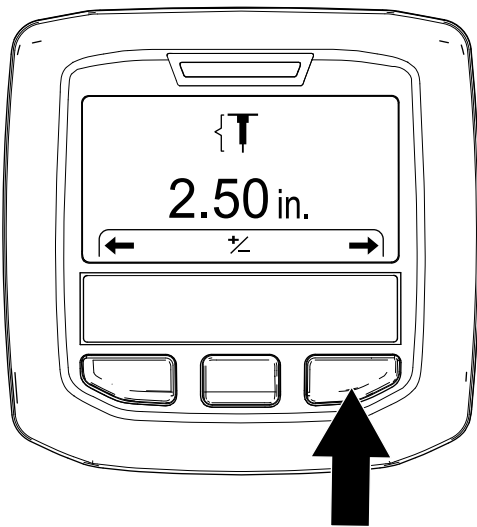

図 47
3. インフォセンターの右ボタンを押して「穴の深さ設定」Setting the Hole Depth画面を出す 図 47。